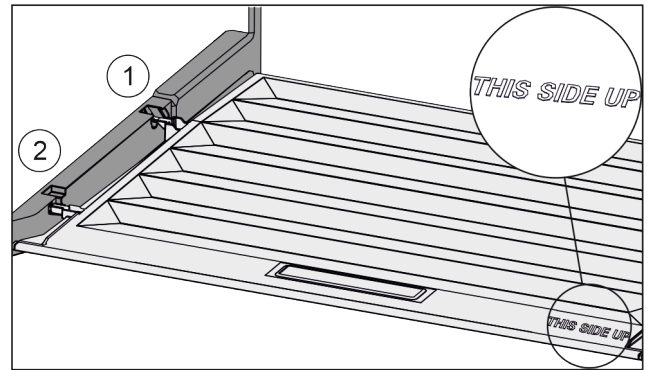

Fig. 39
- ▶ Вставить поперечные ребра крышки через отверстие заднего держателя Fig. 39 (1) и защелкнуть спереди в держателе Fig. 39 (2).